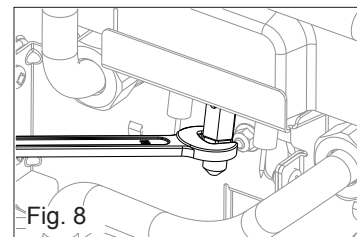

Fig. 8
- Enlever l'injecteur de la veilleuse (fig. 8)